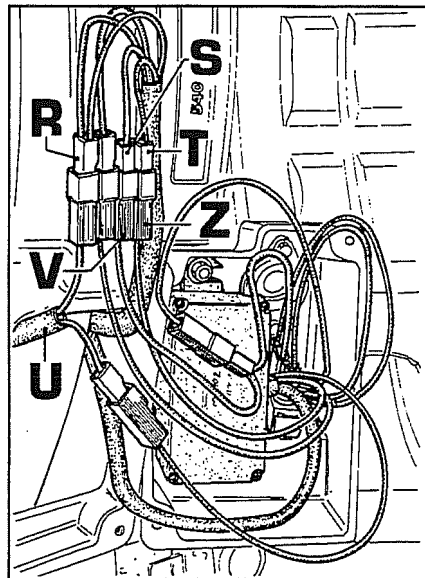

Fig. 48
5. Per effettuare l'esclusione occorre rimuovere la scatola supporto reostati/centralina situata sul parafango destro, quindi capovolgerla come in fig.48.
7. Scollegare i cavi **R-S-T** fig.48 dal cablaggio macchina, annotandosi il collegamento al cablaggio centralina tramite i colori. Il loro accoppiamento è il seguente:
8. Collegare i cavi del cablaggio macchina **R-S-T** (fig.48) all'interruttore alza/abbassa rispettando il seguente accoppiamento: